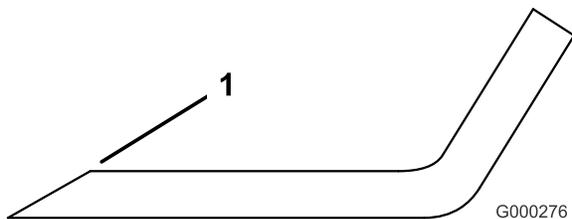

Figura 97
1. Affilate i taglienti da entrambe le estremità della lama con una lima (Figura 97). Rispettate l'angolazione originale. La lama conserva il proprio equilibrio soltanto se viene rimossa una quantità uguale di materiale da entrambi i taglienti.